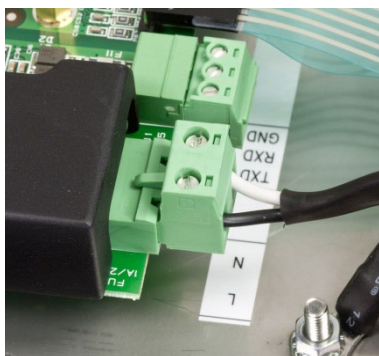

Figura A-6: Terminación de cable de CA
14. Reconecte los cables de corriente alterna negro/marrón y blanco/azul en el enchufe del terminal en la tarjeta principal, en el lugar que se indica en la Figura A-6.
Un cordón de línea permanente fijo alimenta corriente alterna a la caja para ambientes adversos de la versión de corriente alterna del terminal IND246. Observe que las conexiones de corriente alterna están marcadas "L" para línea (energizada) y "N" para neutro como se muestra en la Figura A-6. Se proporciona un terminal de bucle en el cable de conexión a tierra para la conexión a tierra.